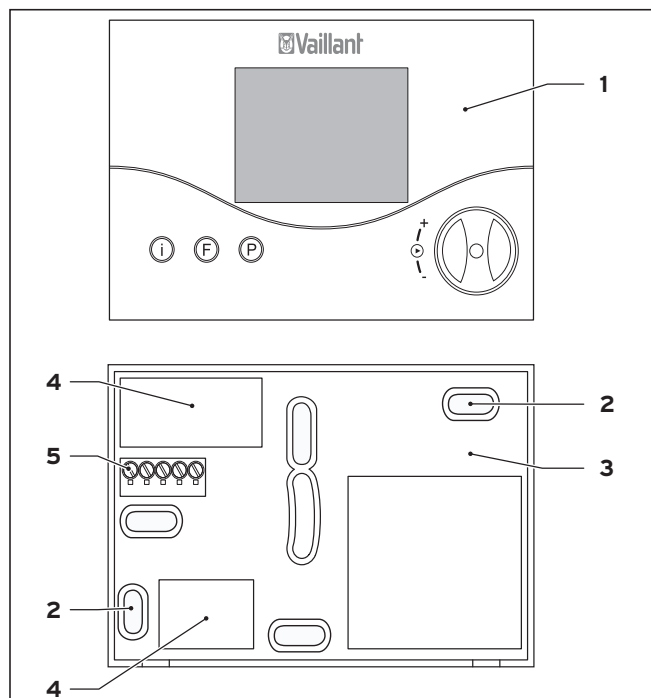

Abb. 4.12 Fernbedienung montieren
- Ziehen Sie das Gehäuse (1) der Fernbedienung vom Wandsockel (3) ab.
- Bringen Sie zwei Befestigungsbohrungen (2) mit Durchmesser 6 mm (entsprechend Abb. 4.12) an und setzen Sie die mitgelieferten Dübel ein.
- Ziehen Sie das Anschlusskabel durch eine Kabeldurchführung (4).
- Schließen Sie das Anschlusskabel an die entsprechenden Klemmen (eBUS „+“ und „-“) der Klemmleiste (5) an.
- Setzen Sie das Gehäuse (1) so auf den Wandsockel (2), dass die Stifte an der Rückseite des Oberteils in die Aufnahmen passen.